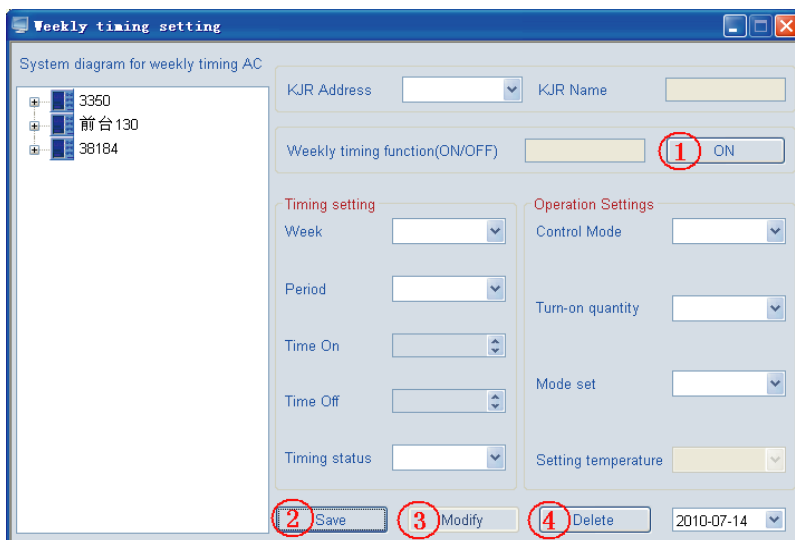
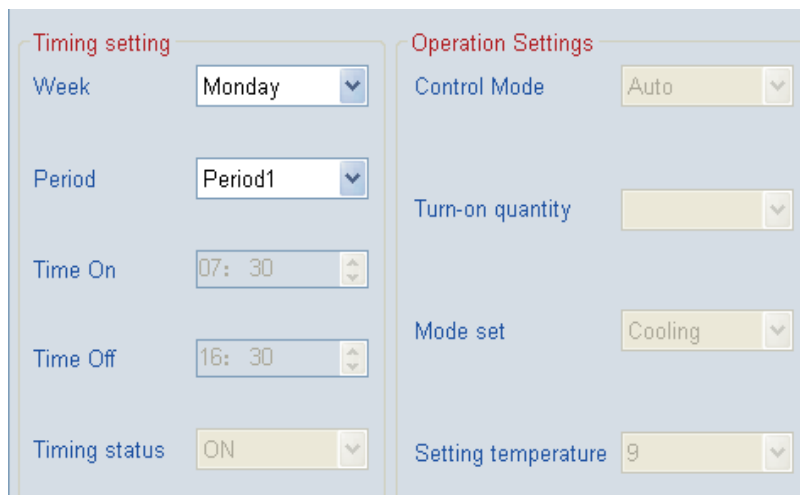

Рис. 4-29
Рис. 4-33
① Выберите пункт “Weekly timing set” («Настройка недельного таймера»), на экране откроется окно, как показано на Рис. 4-29.
e. Кнопка Save («Сохранить») (См. пункт ② key на Рис.4-29) — Сохранение текущих или измененных настроек.
f. Кнопка Modify («Изменить») (См. пункт ③ на Рис. 4-29) — Нажмите на данную кнопку для изменений параметров выбранного интервала, затем нажмите на кнопку “Save” («Сохранить»). Повторно нажмите на данную кнопку, и все параметры данного интервала будут недоступны для внесения изменений (См. Рис. 4-33).